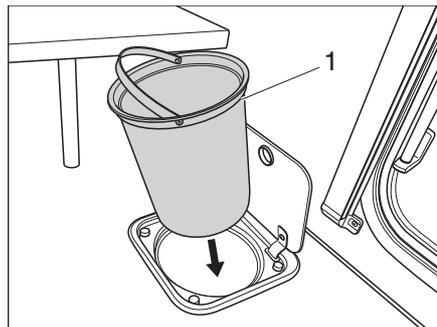

Bild 165 Abfallbehälter Küche
- Abfallbehälter (Bild 165,1) am Henkel entnehmen und nach den gültigen Vorschriften entleeren.